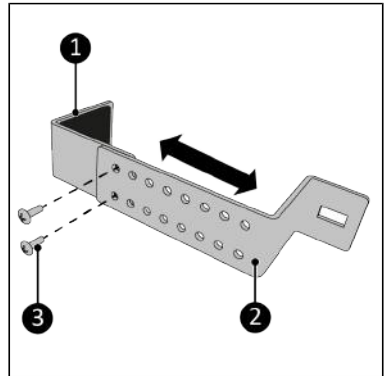

Figure 163.
- Vissez la partie supérieure (Figure 163, pos. 1) et la partie inférieure (Figure 163, pos. 2) ensemble au moyen des deux vis M5 x 7 mm (Figure 163, pos. 3). Assurez-vous que la largeur soit légèrement supérieure à la largeur du cadre de la fenêtre.